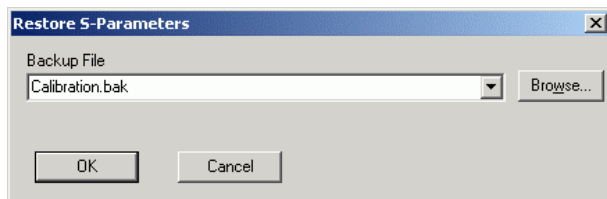

Bild 3-4 Dialogfenster zum Laden einer Kalibrierdatensatz-Sicherungskopie
- Betätigen Sie den Button **Restore** Dadurch wird das **Restore S-Parameters**-Dialogfenster (Bild 3-4) geöffnet.